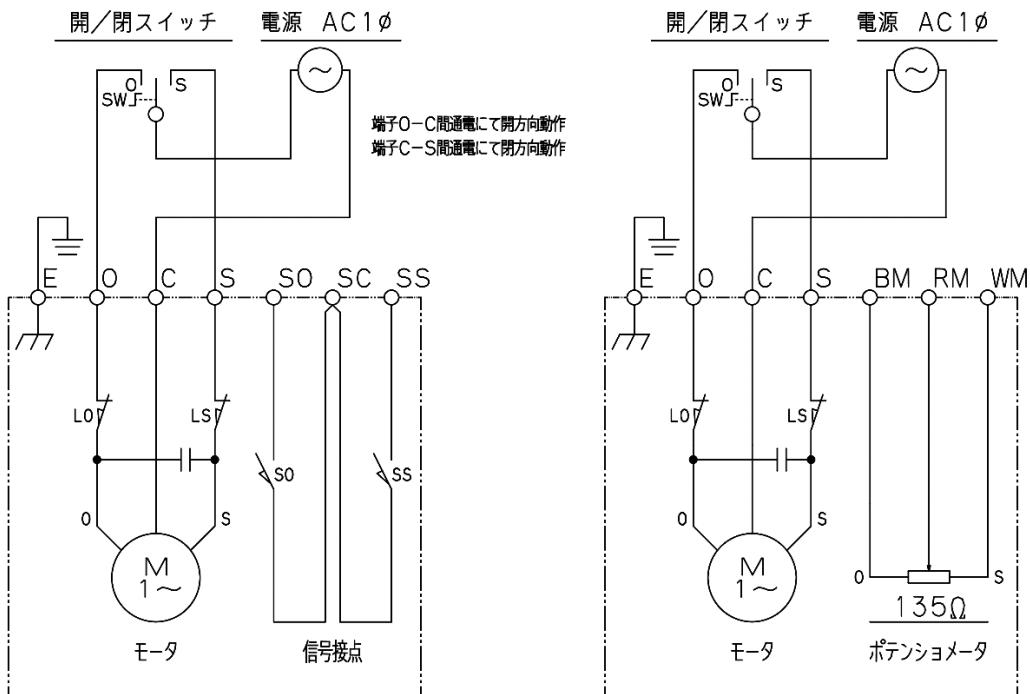

図 6. B 形標準内部接続図 及び C 形標準内部接続図
- (1) 端子箱カバーもしくは端子箱無しの場合はスイッチカバーを取り外します。端子箱カバーやスイッチカバーの接合面にはパッキンやOリングが入っていますので、紛失したり傷を付けないように注意してください。
- (2) ケーブルをケーブルグランドに通しケーブル先端に圧着端子を取付けます。圧着端子のかしめは適正工具で確実に行ってください。
- (3) 図6に示す標準接続図を示します。制御動作CEやCX、その他特殊仕様の場合、本図通りでは無いことがありますので、接続図や仕様書で確認してください。
- (4) 端子台への接続は、プラスドライバーの2番を使用し確実に行ってください。
- (5) 配線終了後、パッキンやOリングの挿み込みに注意して端子箱カバーもしくはスイッチカバーを取付けてください。